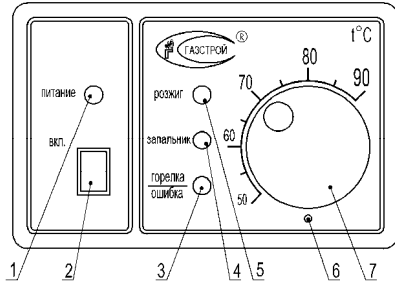

Рис.3 Элементы управления и индикации на блоке управления
На лицевой стороне блока управления расположен тумблер включения питания и имеется индикация «РОЗЖИГ», «ЗАПАЛЬНИК», «ГОРЕЛКА/ОШИБКА» (поз.5; 4; 3 рис.3). Здесь же расположена ручка регулятора температуры.
Для пуска автоматики необходимо тумблером (2) включить питание на блоке управления (рис.3). На запальнике начнется генерация высоковольтных импульсов зажигания и будет подан газ. Только после розжига газозооной смеси на запальной горелке и при наличии устойчивого пламени прекращается генерация искровых импульсов и разрешается работа основных горелок.